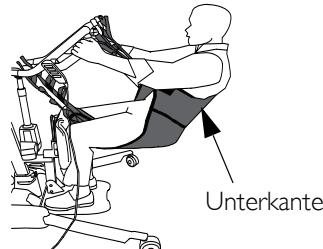

ABBILDUNG 4.2 Anheben des Patienten
HINWEIS: Zu diesem Vorgang siehe ABBILDUNG 4.2 auf Seite 158.
1. Den Patienten anweisen, sich an den Handgriffen auf beiden Seiten der Aufstehhilfe festzuhalten (Detail „A“ in ABBILDUNG 4.2).
4. Bei einem Patiententransfer aus einem Rollstuhl, die Radverriegelungen am Rollstuhl aktivieren (Detail „B“ in ABBILDUNG 4.2).
5. Auf die Aufwärts-Taste (UP) an der Handsteuerung drücken, um den Patienten von der aktuellen Oberfläche anzuheben (Bett, Roll- oder Toilettenstuhl). Das Gewicht des Patienten wird hierbei vollständig von der Aufstehhilfe unterstützt (Detail „C“ in ABBILDUNG 4.2).